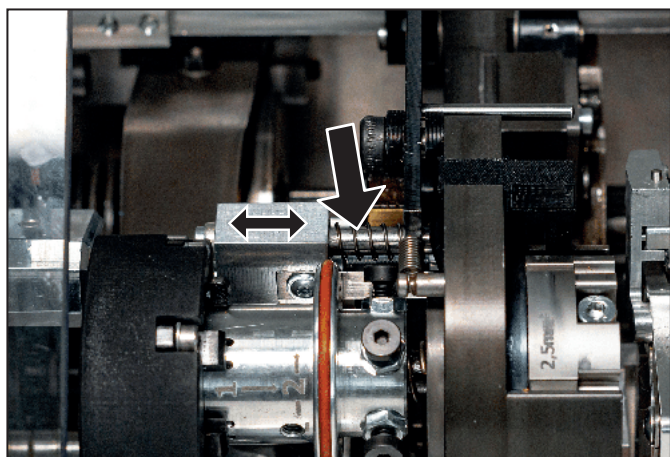

Afbeelding 7.4 Smeerpunten krimptrommel
- Smeer de krimptrommel bij smeerpunt 1, zie Afbeelding 7.4.
- Druk de krimptrommel naar rechts en smeer de krimptrommel bij smeerpunt 2, zie Afbeelding 7.4.